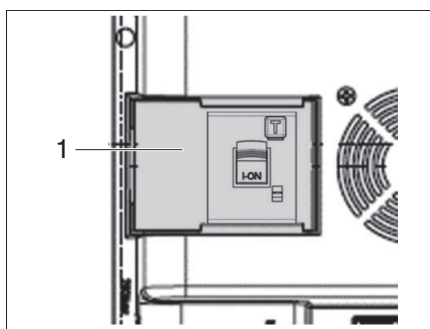

Figura 57 Fusible automático combinado de 230 voltios
El sistema de alimentación de 230 voltios (conexión externa) está equipado con un fusible automático combinado (Figura 57, 1) en la E-Box. Este incluye un dispositivo de corriente residual (FI) y protección de línea. El fusible automático combinado responde en caso de cortocircuito, corriente residual y sobrecarga en la red eléctrica.